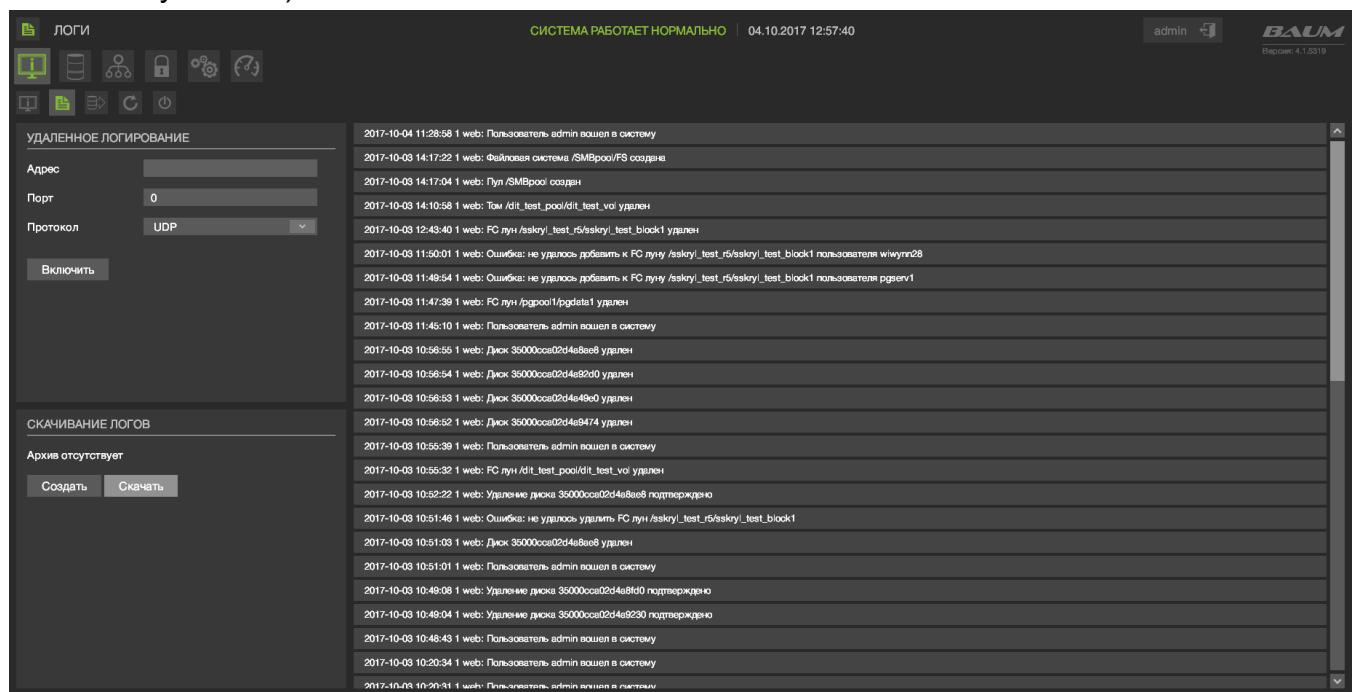

Рисунок 118 – Системные записи
2) Так же на вкладке «Система» — «Логи» присутствуют системные записи (см. Рисунок 118)
- 1) Перейти на вкладку «Система» → «Статус» (см. Рисунок 118)